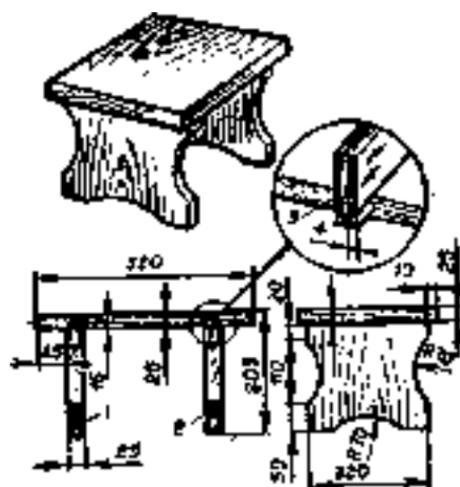

Рис. 39 Скамейка.
1. Выполнить заготовки для сиденья и ножек скамейки (рис. 39). Заготовка может быть цельной или клееной.